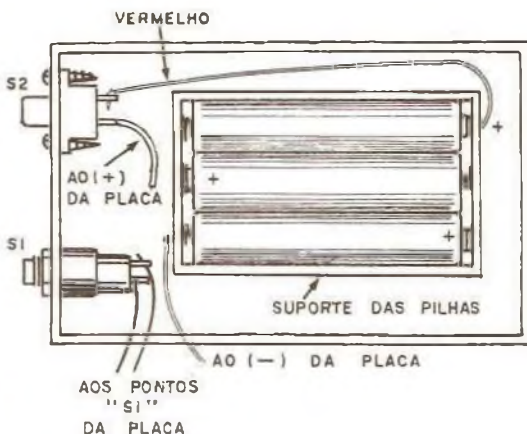

Figura 9
g) Na parte lateral da mesma caixa conforme mostra a figura 9 são fixados os dois controles únicos do aparelho. O primeiro é a chave que liga e desliga a unidade e que consiste num interruptor simples. Furação apropriada deve ser prevista para a fixação deste interruptor. O segundo é um interruptor de pressão miniatura do tipo normalmente aberto. Para este o próprio furo por que passa o botão possui uma rosca onde uma porca permite que o mesmo seja fixado na parte lateral da caixa.